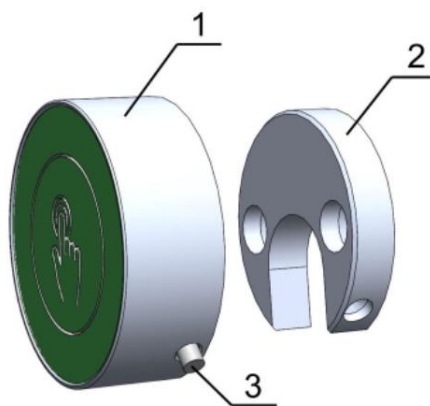

Рис. 2
2. Снимите крепежный кронштейн (см. рисунок 2). Для этого частично выкрутите стопоры 3 из кронштейна 2 и отсоедините кронштейн от корпуса изделия 1.
5. Оденьте корпус изделия 1 (рис. 2) на кронштейн 2 и зафиксируйте винтами 3.